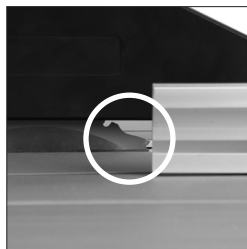

Fig. 39
- Réglez et alignez l'arrière de la plaque de contact de la butée parallèle sur l'avant de la lame de scie. **(Fig. 39)** Ce réglage servira de dégagement au matériau traversé par la scie. Il permettra au matériau découpé de s'écarter latéralement de la lame de la scie, réduisant au minimum le risque de coincement ou d'éjection.